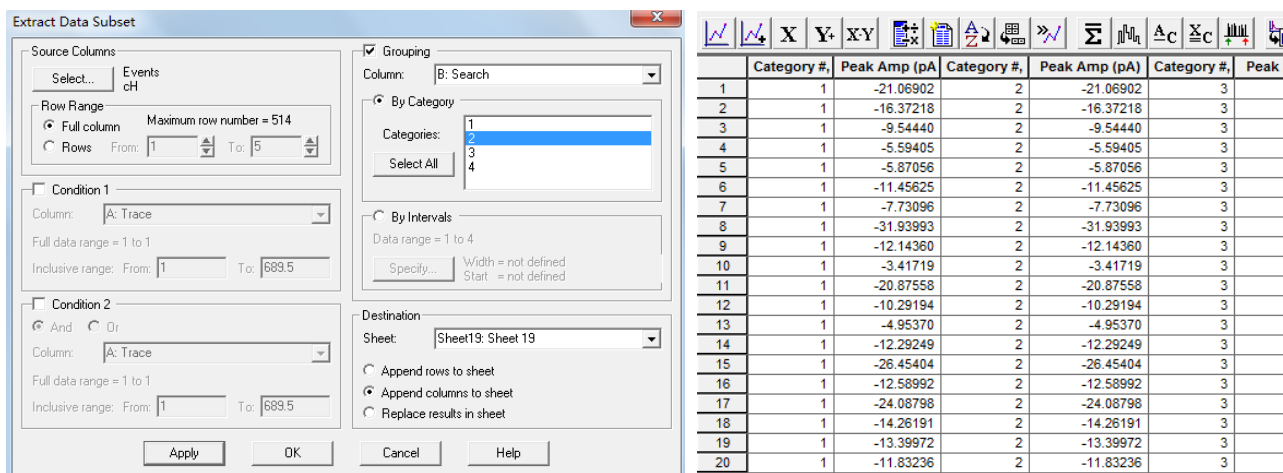

图 48. 左：Extract Data Subset 设置框。右：用 Extract Data Subset 功能将不同组的数据存放在数据表。
- 如果对照组与实验组的数据在同一个文件中，要利用 Cursor 分别进行检测，在检测结果中会看到有两个（或多个）Search，即表示两次（或多次）的检测结果。如果数据点少，可以直接将数据选中、拷贝和粘贴到空闲数据表中。如果数据点很多，可通过 Analyze/Extract Data Subset 功能分别将不同 Search 的数据抽取，放置在不同的栏内。具体方法是，打开 Analyze/Extract Data Subset，设置如下（图 48 左侧）：
- 点击 OK，得到不同组的数据表（图 48 右侧）